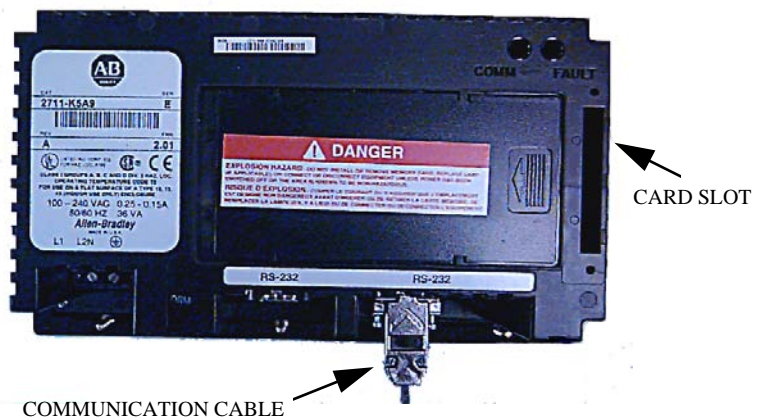

Figura 3.88 – Vista trasera de la interface de operador
1. Ubique la ranura para tarjeta vertical situada en la parte trasera de la interface de operador. Vea la Figura 3.88.